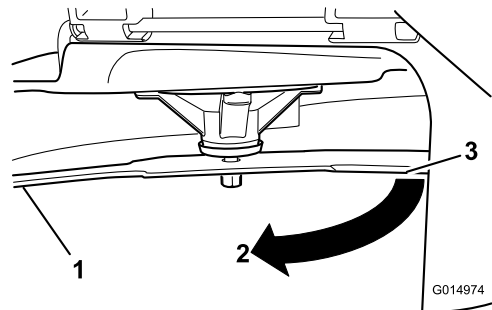

Figure 47
4. Tournez la même lame de 180 degrés pour amener l'autre tranchant à la même position (Figure 47).